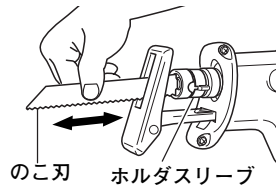

図 8
- (5) のこ刃の背面を指で2～3回引張り、のこ刃が確実に取付けられたことを確認してください。のこ刃を引張ったときに「カチャ」と音がしてホルダスリーブがすこし動けば、確実に取付けができています。(図8)